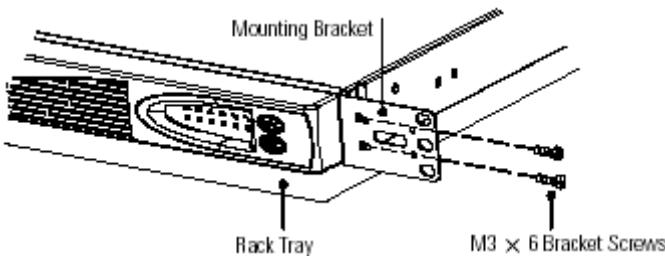

Рисунок 7. Лоток и крепежный кронштейн для 23" стойки
2. С каждой стороны ИБП прикрепите короткую сторону кронштейна к ИБП с помощью двух винтов M3х6, поставляемых в комплекте (см. рис. 7).